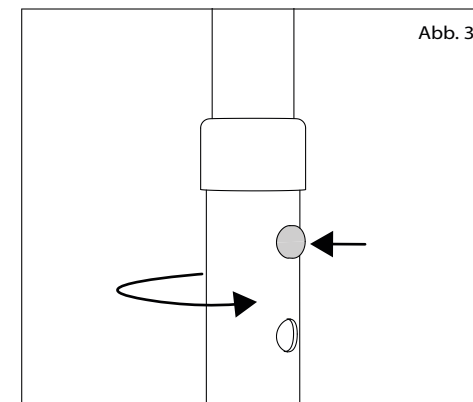

Abb. 3
1. Spingere il perno a molla del primo tubo verso l'interno e ruotare leggermente il tubo in modo da poterlo muovere (fig. 3).